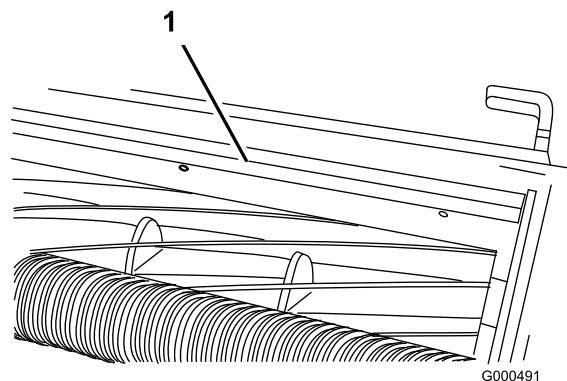

Figura 11
- Desaperte os parafusos que fixam a barra superior (Figura 11) à unidade de corte.